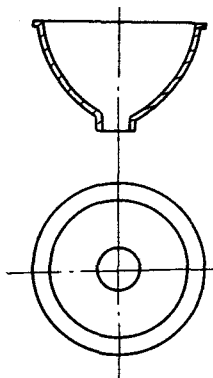
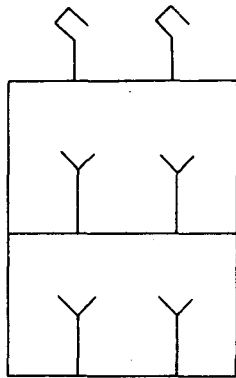

图 1-15
图 1-16
1) 汽车灯反光镜镀铬挂具: 工件形状见图 1-15。挂具形状见图 1-16。图中所示的夹爪具有弹性, 可采用黄铜丝或弹簧钢丝制作。对于凹面较深的反光镜电镀, 除使用挂具外, 还应选用适当的辅助阳极。